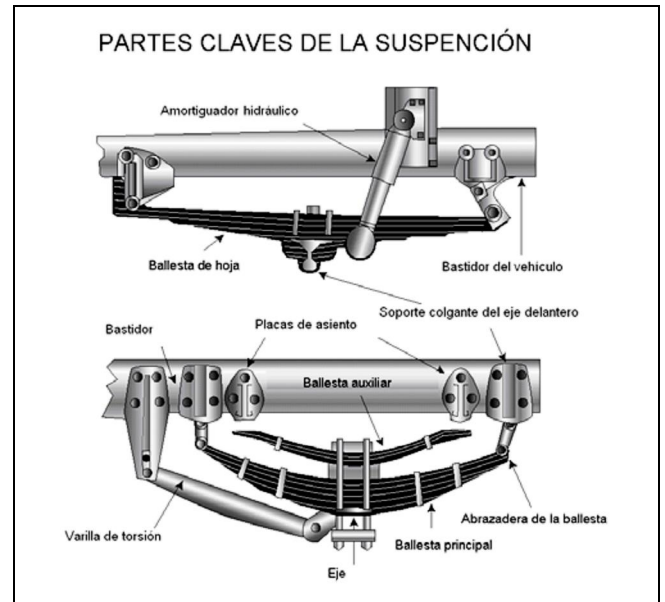

Figura 3.2
- “ Barras de suspensión con ballesta que permiten el movimiento del eje desde la posición adecuada. Vea la Figura 3.2.
- “ Varilla o par de torsión, pernos en u, barras de suspensión con ballesta, u otras partes de posición del eje que estén rajadas, dañadas o faltantes (Figura 3-2).